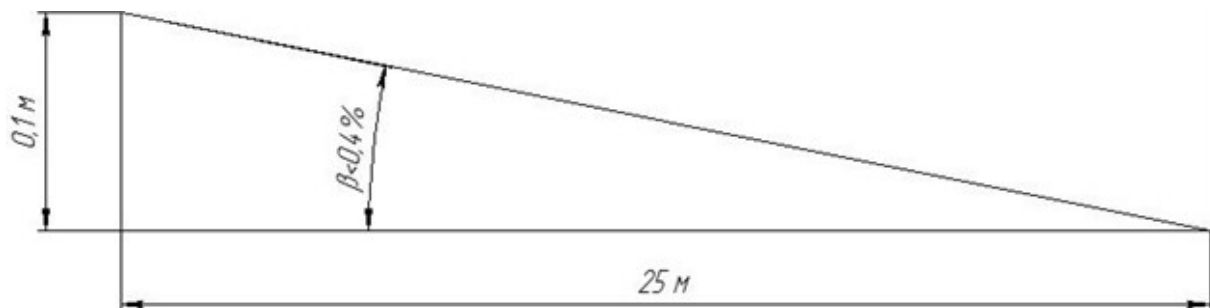

Рисунок 2
18.3 Монтаж оборудования должен производиться на поверхность площадки, уклон которой не превышает угла β , в противном случае выполнить установку изделий, согласно схеме монтажа, с указанными заглоблениями, будет невозможно (рисунок 2).